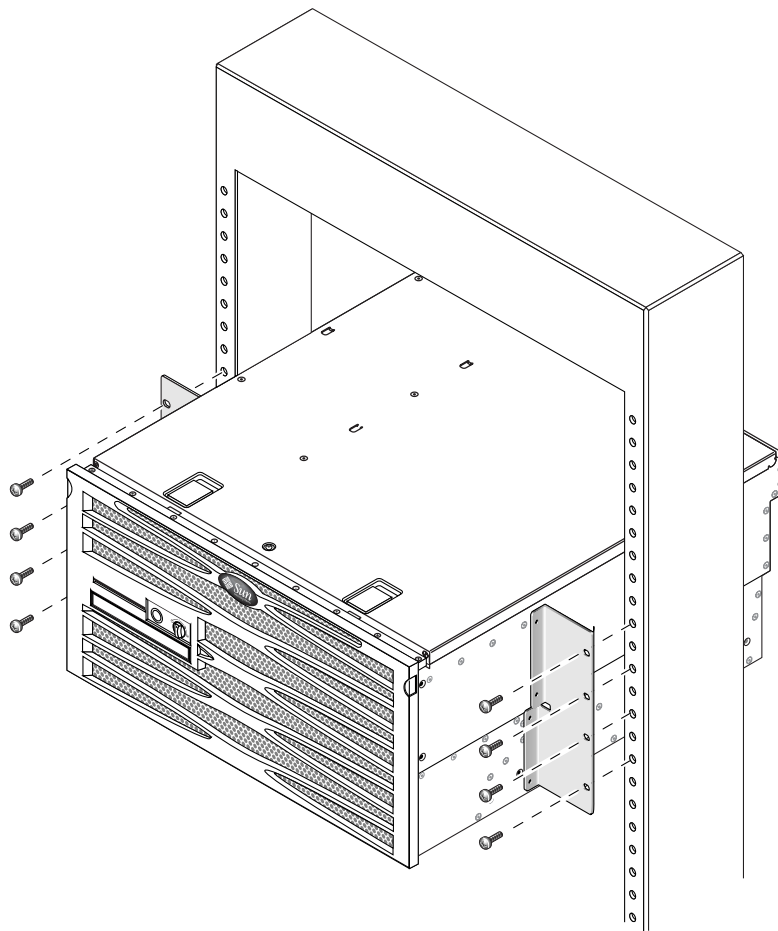

FIGURA 3-25 Fissaggio della parte anteriore del server al rack
4. Utilizzando quattro viti per lato, fissare le staffe di montaggio anteriori attaccate ai lati del server alla parte anteriore del rack (FIGURA 3-25).